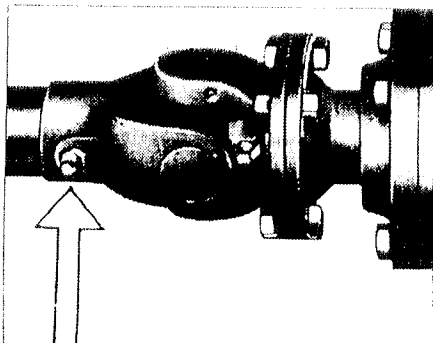

Abb. 53
28. Die Keilwellen der Kraftübertragungsgelenke alle 2000 km mit Abschmierfett abschmieren (Abb. 53)!